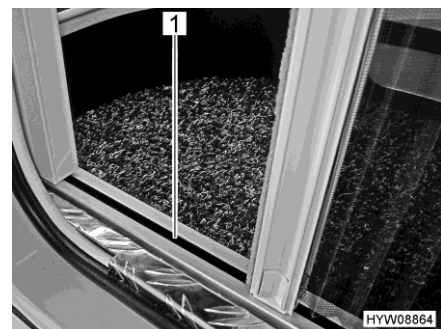

Bild 19 Insektsskydd (nedre ledning)
- ▷ Ta tag i listen med båda händer när du stänger och öppnar. Det minskar risken att insektsskyddet låser sig i ledningarna (Bild 19,1).